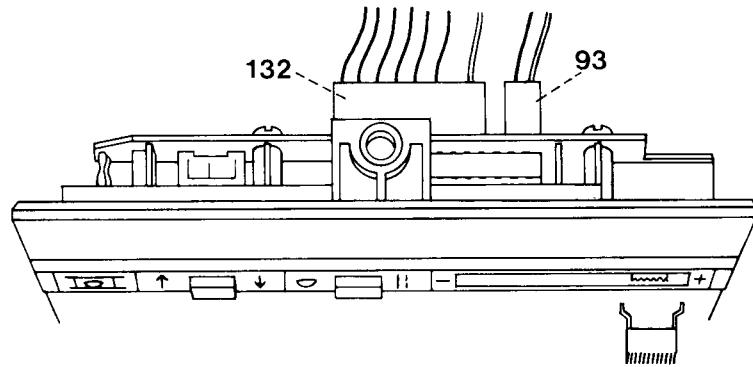

Fig. 40b
- Die zwei Steckdosen 93 und 132 auf die Bedienfeld-Leiterplatte so aufschieben, daß die weißen Kabel rechts liegen (siehe Abb. 40b).